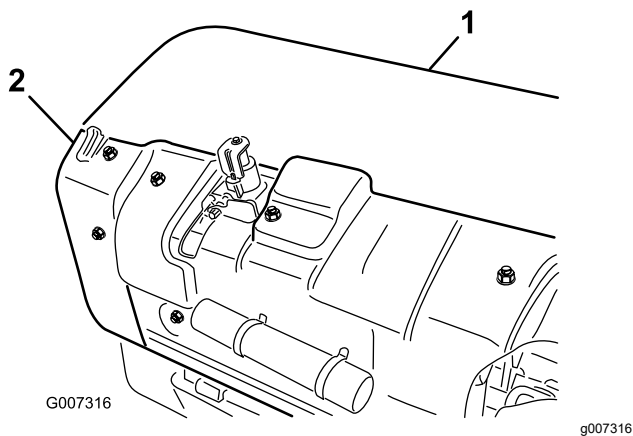

图 34
A. 拆下打孔头后盖图 34。
B. 拆下皮带轮护罩的安装螺栓取下护罩图 34。